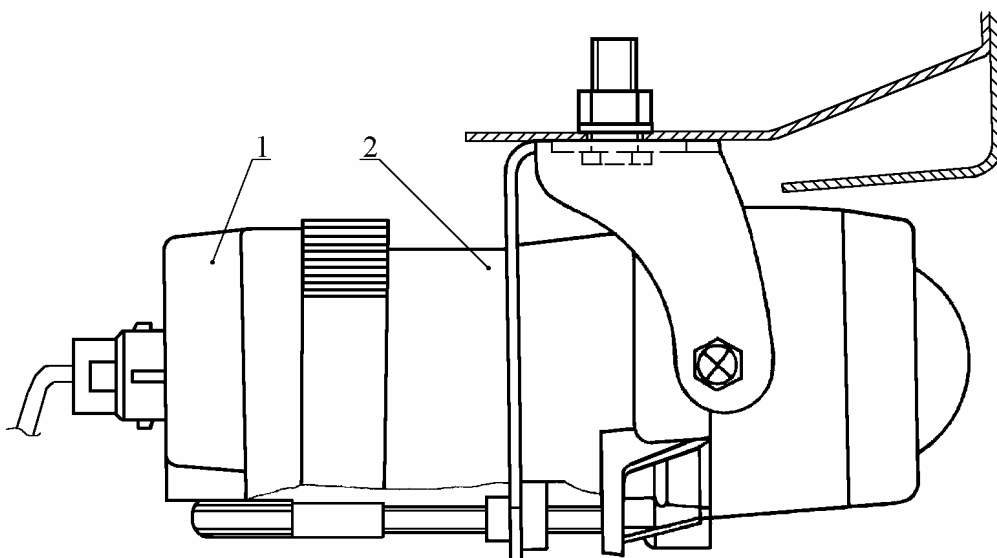

Рис. 27. Замена лампы (дет. АКГ12-55-1) противотуманной фары:
8.4.2. Снять крышку 1 (рис.27) противотуманной фары, повернув её вокруг оси.